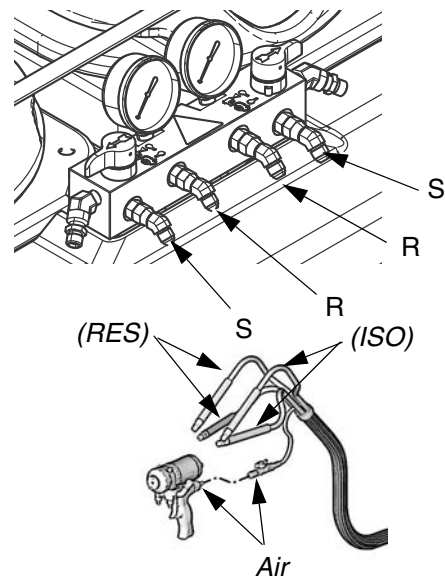

FIG. 5
1. Raccordez les flexibles d'alimentation en fluide sur les connexions de flexible de sortie (R, FIG. 5). Flexibles rouges pour ISO, bleus pour RES. Les raccords sont de tailles différentes pour éviter toute erreur de raccord. Raccordez l'autre extrémité des flexibles sur les entrées ISO et RES du pistolet.